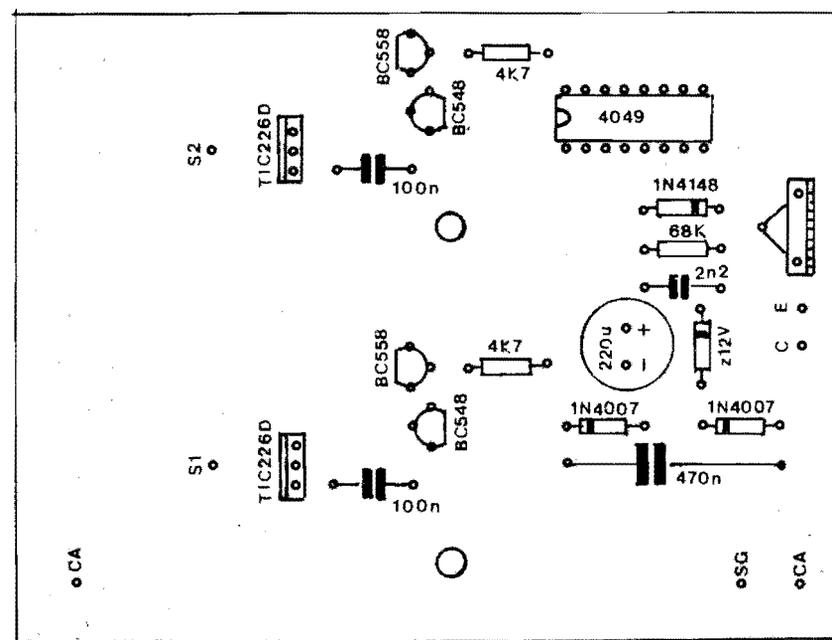

Fig. 4
- FIG. 4 - "CHAPEADO" DA MONTAGEM - A face não cobreada da placa específica, já com todas as peças posicionadas, identificadas pelos códigos, valores, polaridades e outras características, dentro da estilização normalmente adotada por APE... **Muita atenção** à inserção dos componentes polarizados, quais sejam: os dois